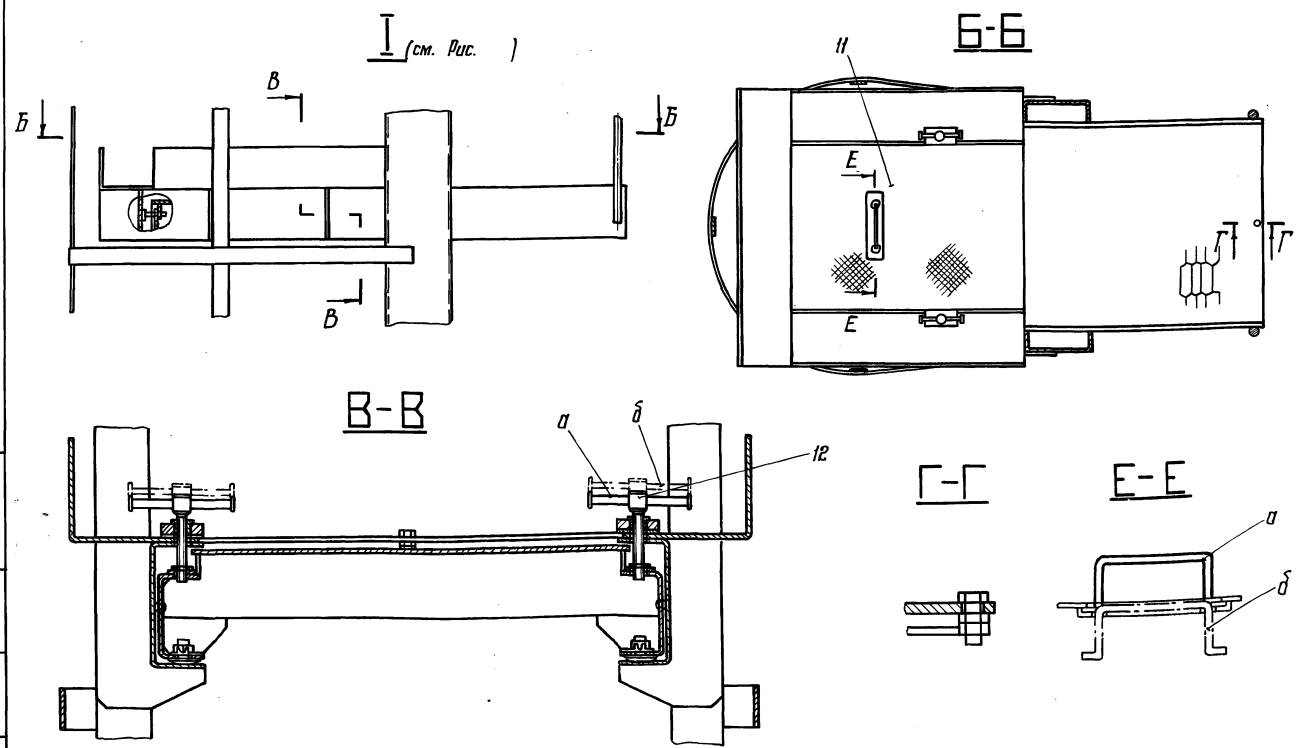

Рис. 1.2
- выдвинуть площадку в рабочее положение, до упора вручную от усилия одного человека за ручку площадки (рис. 1.2), а затем за ручку;
- 1.3. Расфиксировать верхнюю часть стремянки (каретку), для чего вращать ручку фиксатора 6 (рис. 1.2) против часовой стрелки до упора.